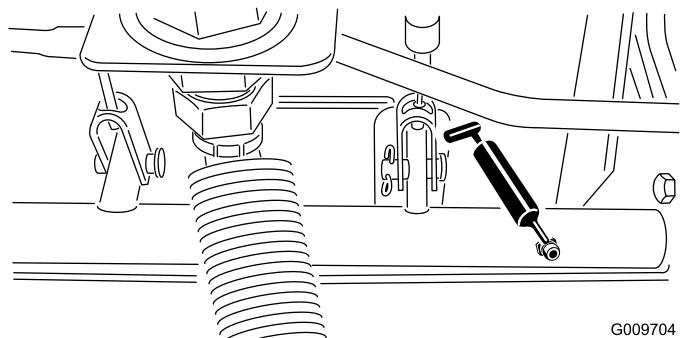

Figure 48
- Roulements d'axes de pivots de freins (5) (Figure 48)